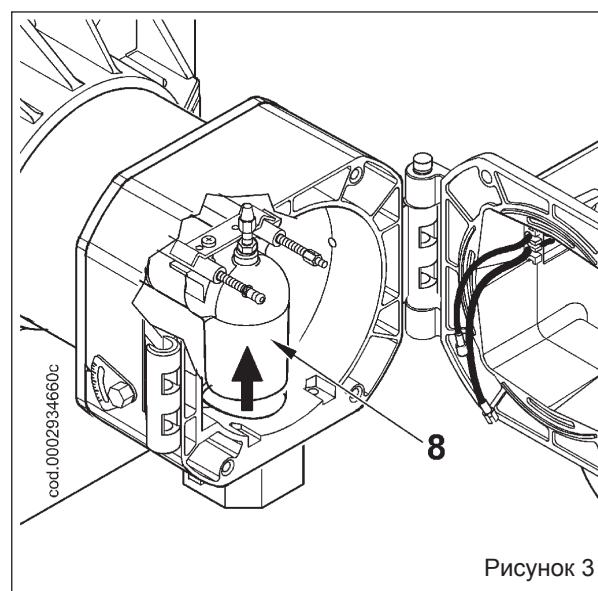

Рисунок 3
- После того как были вынуты провода розжига и ионизации (3) из соответствующих электродов, полностью отверните гайку (4) и заверните винт (5) так, чтобы он продвинулся по газоподводящему патрубку (8), как показано на рис. 3, на расстояние, достаточное для того, чтобы снять узел смесителя.
- Слегка приподнимите газоподводящий патрубок (8) (смотрите рисунок 3). Снимите весь узел смесителя в направлении, указанном стрелкой (9), смотрите рисунок 4.